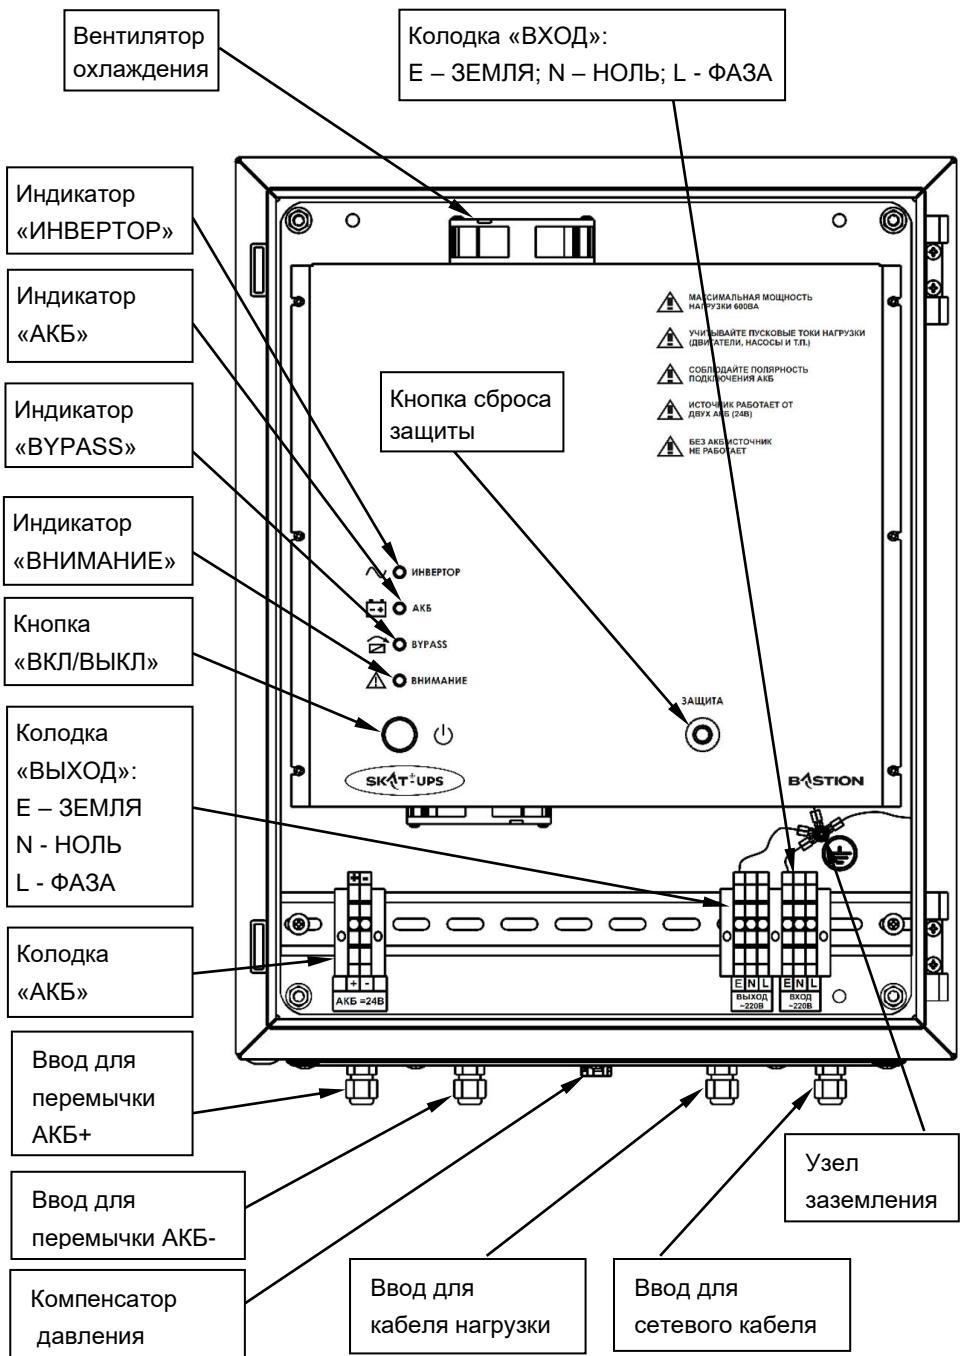

Рисунок 2 - Вид изделия с открытой дверцей
Установите кабельные вводы и компенсатор давления (входят в комплект поставки) в предусмотренные для них отверстия на нижней стенке корпуса изделия (см. рисунок 2).
Подключение внешних цепей к изделию выполняется через соответствующие кабельные вводы в соответствии с назначением клемм подключения (см. рисунок 2).
- Подключите к изделию, соблюдая полярность, провода для подключения внешней АКБ (см. рисунок 2).
- Зафиксируйте подведенные к изделию провода и кабели в соответствующих герметичных кабельных вводах (см. рисунок 2).
- После самотестирования изделие перейдет в режим «ОСНОВНОЙ», включится индикатор «ИНВЕРТОР» (см. рисунок 2).
Отключить сетевое напряжение. Изделие должно автоматически выполнить переход на резервное питание нагрузок от АКБ. Индикатор «ИНВЕРТОР» останется включенным, дополнительно включится индикатор «АКБ» и один раз в 4 секунды будет вспыхивать индикатор «ВНИМАНИЕ» (см. рисунок 2).
Включить изделие, нажав и удерживая около секунды кнопку «ВКЛ/ВЫКЛ». Изделие выполнит те же действия, что и при работе от сети, за исключением того, что питание нагрузок осуществляется от АКБ. Изделие сразу перейдет в режим «РЕЗЕРВ», индикаторы «ИНВЕРТОР» и «АКБ» включатся (см. рисунок 2).